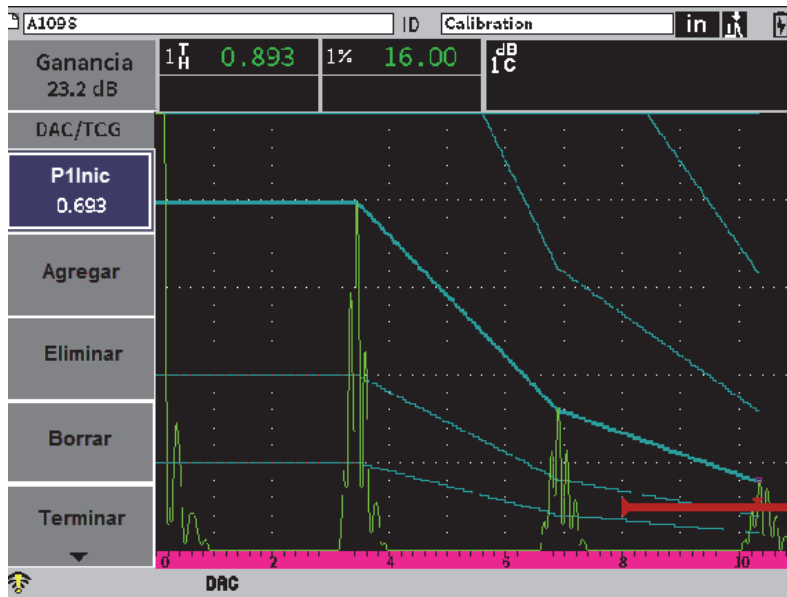

Figura 11-16 Curvas de tipo JIS
4. Ajuste el valor de P1: Inicio y use el botón **Agregar** para introducir puntos y trazar la curva DAC deseada (vea la Figura 11-16 en la página 196).